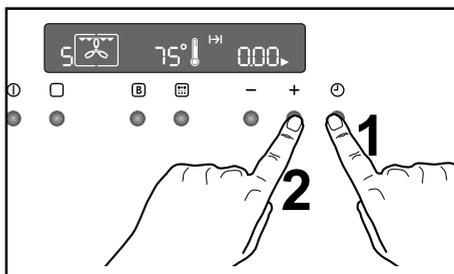

Рис. 9
2. нажмите кнопку , чтобы выбрать функцию "Продолжительность приготовления" (Рис. 9). Символ  начнет мигать, и на панели управления появится "0.00". (Рис. 9)